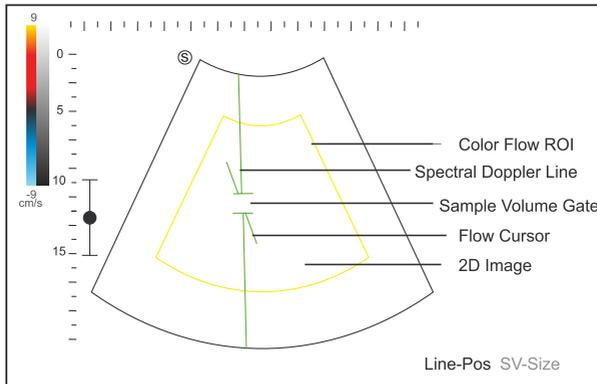

Figura 6-20 Inactivated B+CFM+PW Mode 1 Imaging Screen
- A tela do modo 1 B + CFM + PW não ativado é como mostrado na Figura 6-20.
O espectro PW é exibido na parte inferior da tela após ser ativado, como mostrado na Figura 6-20.